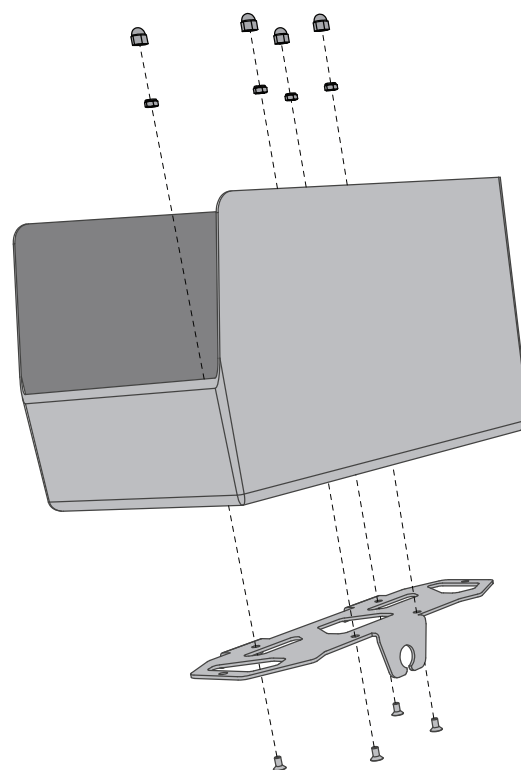

图 13. 将快速释放底座安装至敞口箱
2. 如图 13 所示, 使用四个 12 毫米螺丝和四个尼龙自锁螺母将快速释放底座安装至敞口储物箱。将螺丝拧紧至 6.0 牛米 (4.4 英尺磅)。